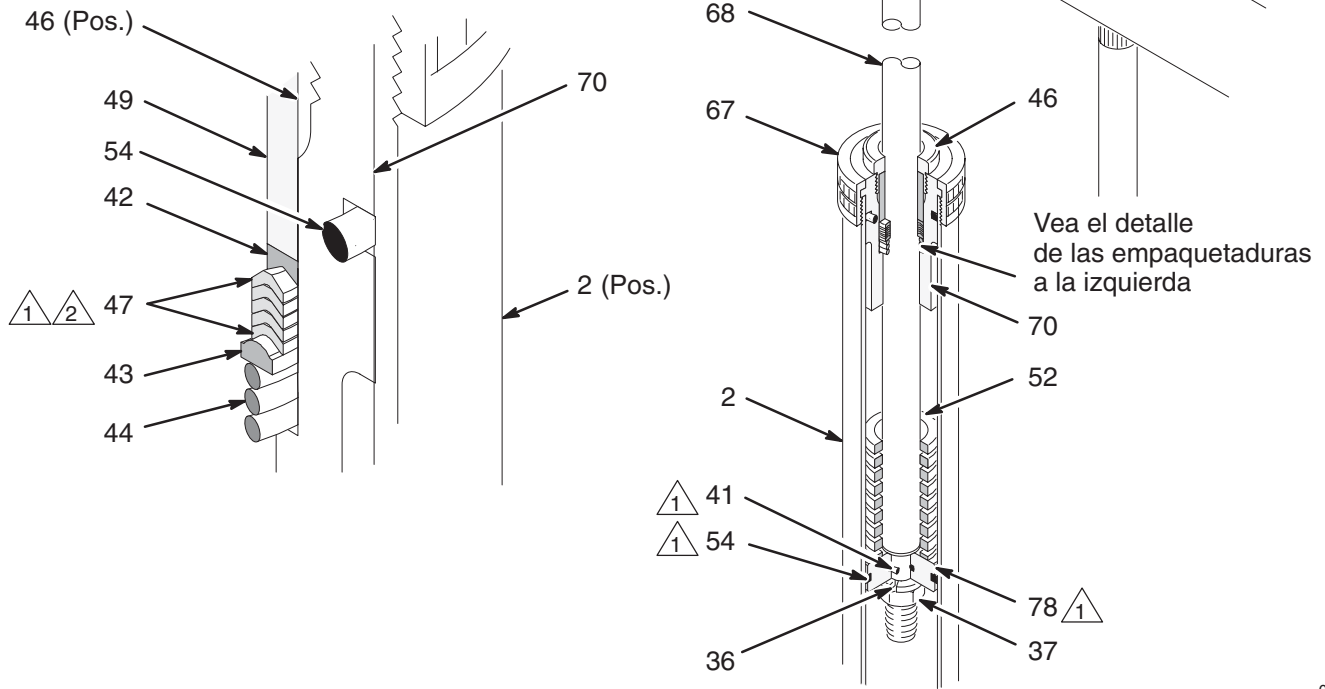

Fig. 10
1. Si hubiera fugas de aire por la tuerca prensaestopas del eje del pistón (46), apriete la tuerca. Si las fugas de aire continúan, **libere la presión** y proceda de la forma siguiente.
2. Retire las cuatro tuercas (37) y las arandelas de seguridad (36) que sujetan la viga de soporte (3) al eje (68), y retire la viga. Desenrosque la tuerca prensaestopas (46) del alojamiento (70) y deslícela fuera del eje (68). Vea la Fig. 10.
3. Retire el cojinete (49), el casquillo hembra (42), las empaquetaduras (47), el casquillo macho (43) y el muelle (44) y deslícelos fuera del eje (68).
5. Deslice el muelle (44) y el casquillo macho (43) sobre el eje (68). Lubrique las empaquetaduras (47) y deslícelas por el eje, una de cada vez, con los bordes dirigidos hacia abajo. Deslice el casquillo hembra (42) sobre la varilla y empuje todas las empaquetaduras contra el alojamiento (70). Deslice el cojinete (49) sobre el eje.
6. Deslice la tuerca prensaestopas (46) sobre el eje (68) y enrósquelo en el alojamiento (70). Apriete hasta que esté ajustado; no apriete en exceso ya que corre el riesgo de dañar las empaquetaduras.
7. Vuelva a instalar la viga de soporte (3) en los ejes (68), usando las tuercas (37) y las arandelas de seguridad (36).
2. Retire la viga de soporte (3) tal como se explica en el apartado **Mantenimiento de las empaquetaduras del eje del pistón**.
3. Retire la tapa del cilindro (67) y sáquela del eje del pistón (68). Afloje la tuerca prensaestopas (46) y deslice ésta, el cojinete (49), y el conjunto del alojamiento (70) hacia arriba, sacándolos de la varilla. Vea la Fig. 10.
4. Tire cuidadosamente del eje del pistón (68) **de forma recta**, sacándolo del cilindro (2). Si eje se tuerce hacia un lado, el pistón o la superficie interior del cilindro podría sufrir daños.
5. Deposite cuidadosamente el pistón y el eje de forma que éste no se doble. Retire la tuerca de retención del pistón (37), la arandela (36), el pistón (78), el sello exterior del pistón (54), el sello interior del pistón (41) y el muelle (52).
6. Instale los sellos del pistón (41 y 54) en el pistón (78) y lubrique el pistón y los sellos. Vuelva a instalar el muelle (52), el pistón (78), la arandela (36) y la tuerca (37) en el eje del pistón (68).
7. Introduzca cuidadosamente el pistón en el cilindro (2) y empuje el eje (68) **de forma recta** introduciéndolo en el cilindro. Deslice el alojamiento, el cojinete (49), y la tuerca prensaestopas (46) hacia abajo por la varilla del pistón (68). Apriete la tuerca prensaestopas sólo hasta que esté ajustada; no apriete en exceso ya que corre el riesgo de dañar las empaquetaduras.
8. Vuelva a instalar la tapa del cilindro (67) y la viga (3).